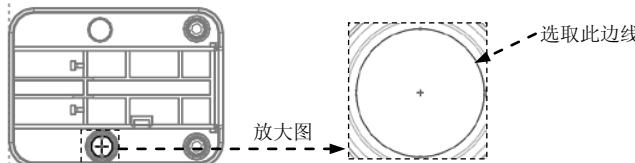

图 20.17 截面草图
(3) 创建截面草图。进入草绘环境后，选择坯料的边线为参考，用“使用边”的命令选取图 20.17 所示的边线。完成特征截面后，单击“草绘”操控板中的“确定”按钮 。
(4) 在操控板中单击“完成”按钮 ，完成曲面特征的创建。